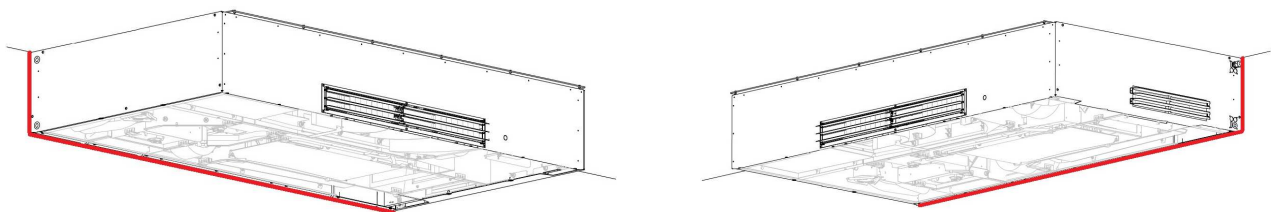

Abbildung 19: Dichtung rund um das Gerät
- Tragen Sie auf der Innenseite Dichtungsmasse rund um den Sockel und die Seiten des Geräts auf, d. h. zwischen dem Gerät und der Wand, siehe Abbildung 19 unten.